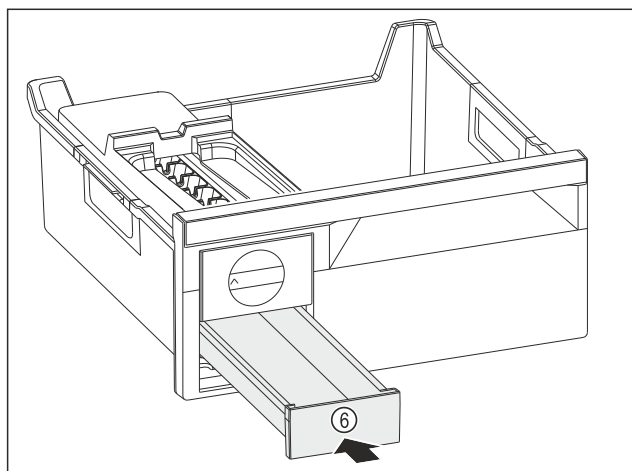

Fig. 182
- Insérer le compartiment à glaçons Fig. 182 (6).